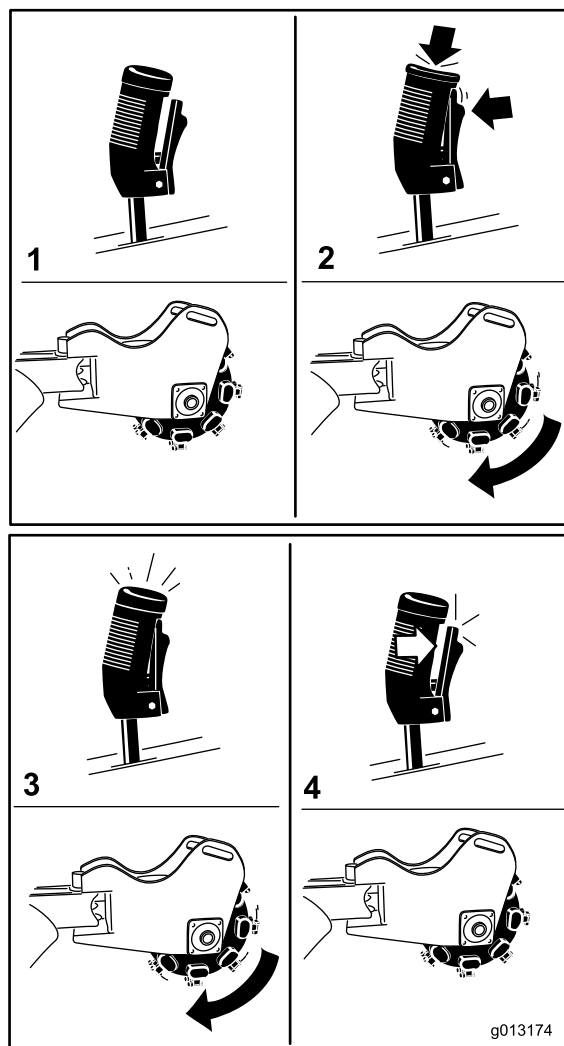

Figura 11
- Para iniciar o triturador (**Figura 11**), aperte o gatilho e, em seguida, prima o botão vermelho na parte superior da alavanca. Assim que o triturador tiver iniciado, pode soltar o botão vermelho.
- Para parar o triturador (**Figura 11**), solte o gatilho durante mais de meio segundo.